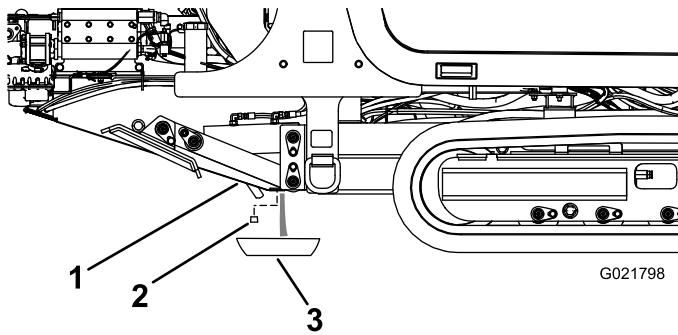

Figura 90
3. Afloje el tapón de vaciado y drene el agua y los sedimentos (Figura 90).